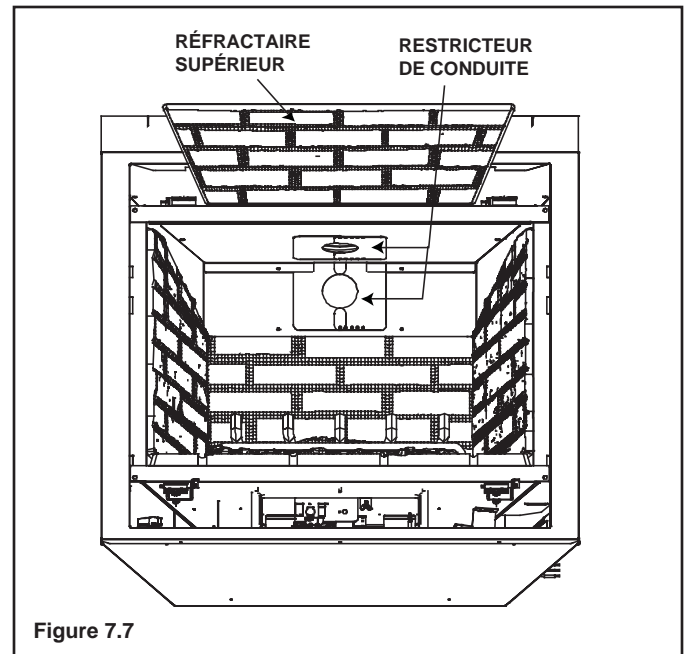

Figure 7.7
1. Enlevez la partie supérieure du réfractaire, si déjà installée (voir Figure 7.7).